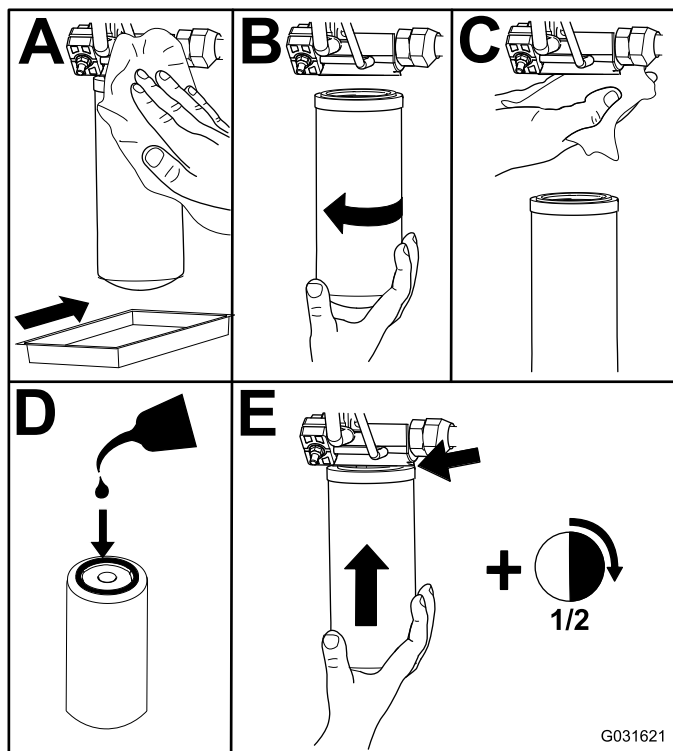

Figure 74
2. Remplacez les filtres hydrauliques (Figure 74).